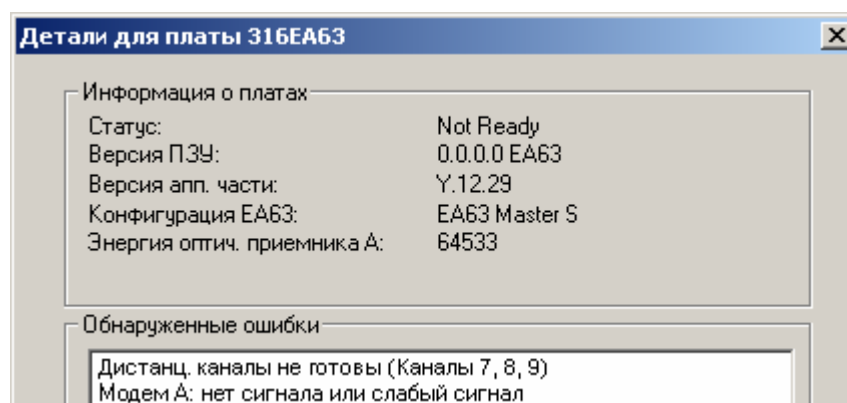

Рисунок 6.5. Подробная диагностика 316EA63
- В пункте «Неизвестная ошибка» ('Undiscovered error') дается подробная информация об ошибочном поведении устройства. Позволяет найти и исправить ошибку. На следующем рисунке (Рисунок 6.5) показан сигнал перерезки платы 316EA63.